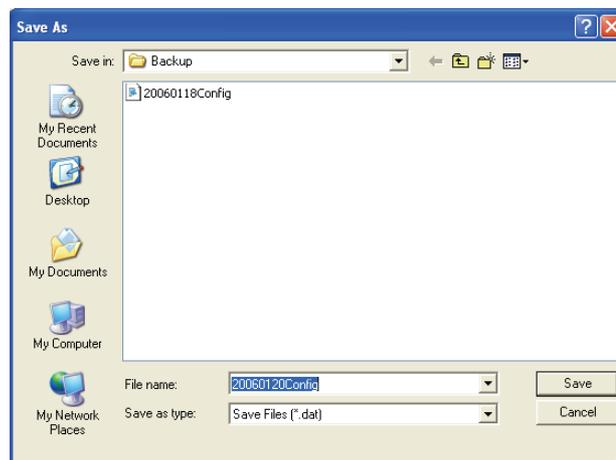

figura 8.23: Janela "Save configuration file as"
- 1 No menu principal, clique na tecla Save configuration file. Aparecerá a janela que se segue (consulte a figura 8.23).
O nome do ficheiro por defeito baseia-se na data configurada no relógio do computador (consulte a figura 8.23).